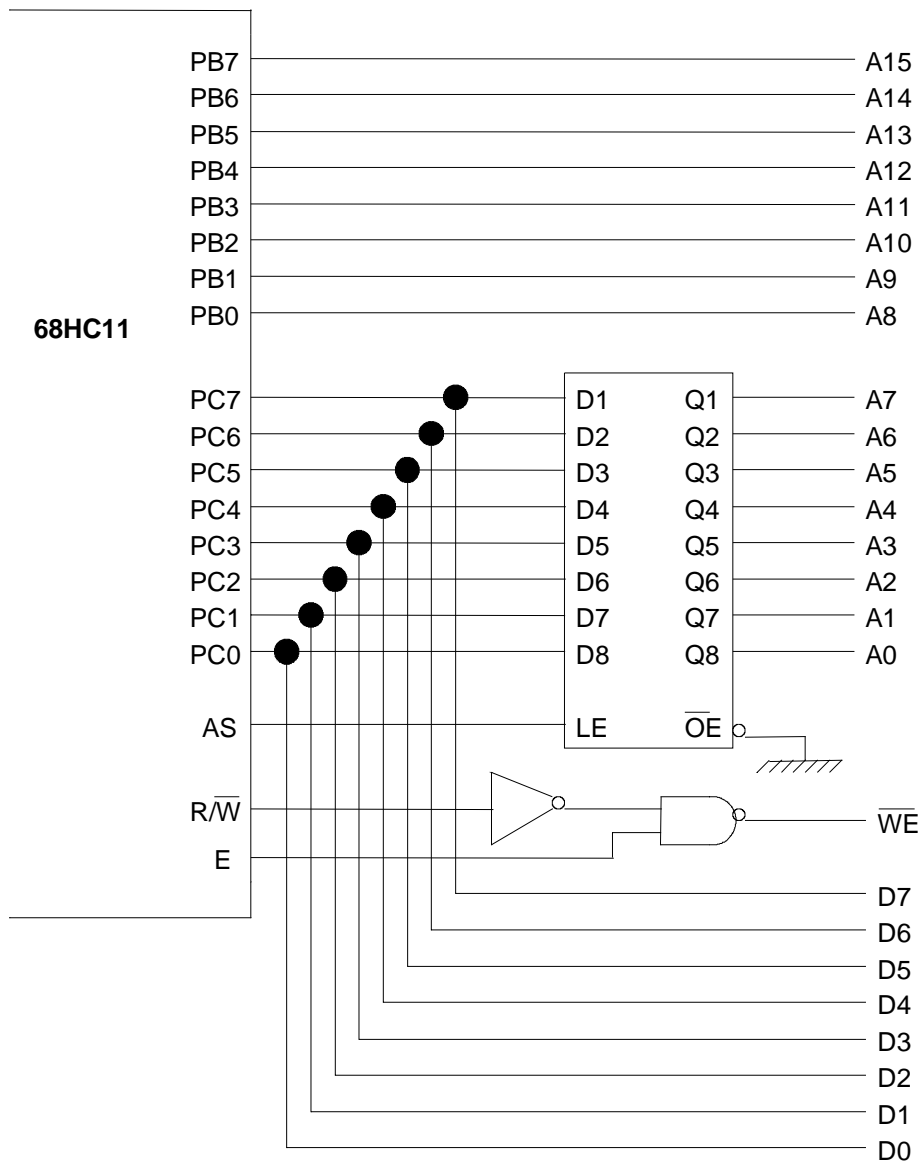

Figura 5: Demultiplexación del bus de datos y direcciones
•**TxD** y **RxD**: Son los pines de transmisión y recepción de datos serie asíncronos. El 68HC11 trabaja con niveles por lo que será necesario un circuito de adaptación si se quiere comunicar con un dispositivo que utilice otro tipo de norma por ejemplo un PC (norma RS-232C). Un integrado que realiza esta adaptación es el MAX232. En la figura 5 se muestra el diagrama de bloques de la conexión del 68HC11 a un PC. En la figura 6 se cómo se debe configurar el MAX232 para realice correctamente la función de adaptación. Los condensadores empleados electrolíticos de 22µF y 25V.